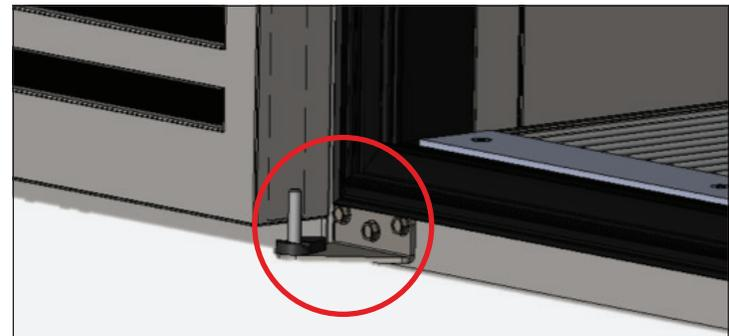

Abb. 3 Tür aus dem unteren Scharnier heben
3. Die untere Scharniereinheit vom Schrank entfernen. Siehe Abb. 3.